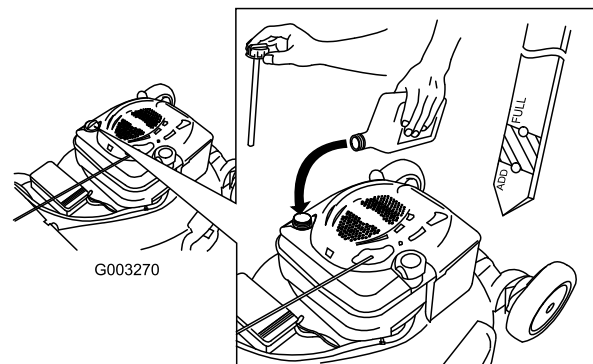

Figura 30
4. Vierta **lentamente** aceite en el tubo de llenado hasta que el nivel llegue a la marca "Full" (lleno) de la varilla (Figura 30). **No llene demasiado.** (Capacidad máxima: 0,59 l (20 onzas), tipo: SAE 30, aceite detergente con clasificación de servicio API SF, SG, SH, SJ, SL o superior.)